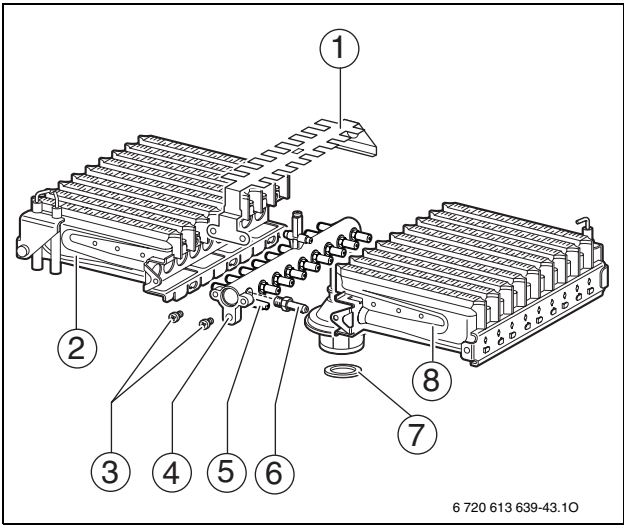

Fig. 39
- Smontare il bruciatore (→ fig. 39, Pos. 2 and 8/ → cap. 12.2.2).
- Sostituire gli ugelli (6).
- Rimontare il bruciatore (→ fig. 39, pos. 2 e 8).